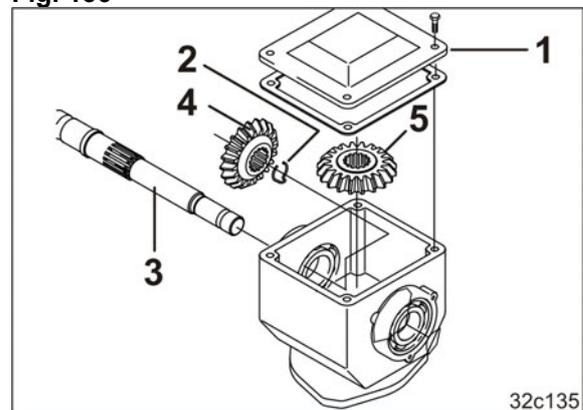

Fig. 157
4. Den Getriebedeckel (Fig. 157/1) öffnen.
5. Die Axialsicherung (Fig. 157/2) abziehen.
6. Die Antriebswelle (Fig. 157/3) aus dem Getriebegehäuse ziehen.
- Das Kegelrad (Fig. 157/4) kommt von der Antriebswelle frei.
- Das zweite Kegelrad (Fig. 157/5) steckt auf der Abtriebswelle. Das Kegelrad ist axial nicht gesichert.